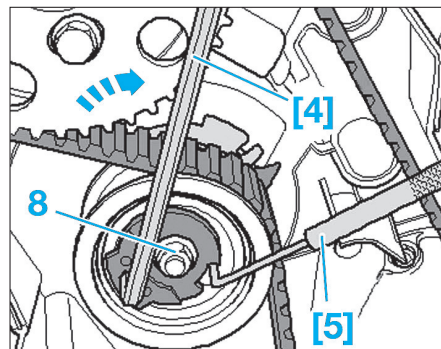

Fig. 9
- Desserrer l'écrou (8) du galet tendeur (Fig.9).